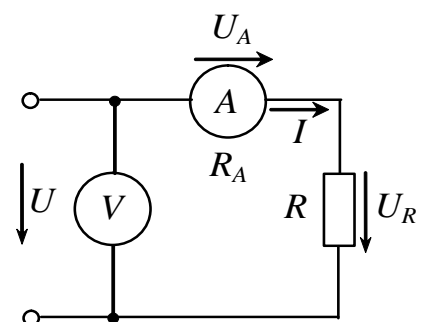

Рис. 3
Для такого измерения можно собрать два варианта схемы включения измерительных приборов (рис. 3, 4).
При использовании схемы рис. 3 следует учитывать, что вольтметр измеряет напряжение  $U = U_A + U_R$  и найденное по формуле (1) сопротивление